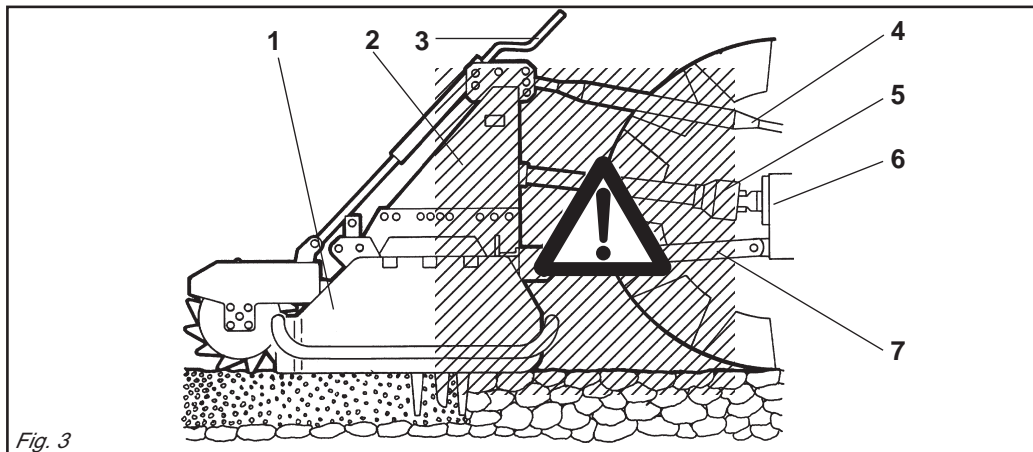

Fig. 3
- 25)** È assolutamente vietato interporre tra il trattore e la macchina (Fig. 3) con motore acceso e cardano inserito nonché senza aver azionato il freno di stazionamento ed aver inserito, sotto le ruote, un ceppo o un sasso di bloccaggio. Mantenersi ad una distanza di sicurezza dalla macchina in lavoro, per possibili lanci di corpi contundenti.
- 25)** *It is absolutely forbidden to stand between the tractor and the machine (Fig. 3) when the engine is running and the cardan shaft is engaged without having first engaged the hand brake and placed a block or stone under the wheels to prevent them from moving.*
- 25)** Es ist absolut verboten, bei laufendem Motor und eingeschalteter Gelenkwelle zwischen den Schlepper und das Gerät zu treten (Abb. 3). Dazu muß die Feststellbremse gezogen werden und unter die Räder ein Bremskeil oder ein großer Stein gelegt worden sein.
- 25)** *Il est absolument interdit de se mettre entre le tracteur et l'appareil (Fig. 3) quand le moteur est en marche et le cardan enclenché, sans avoir tiré le frein de stationnement et bloqué les roues avec une cale ou un caillou. Se tenir à une distance de sécurité du machine en fonctionnement, à cause du lancement possible d'objets contondants.*
- 25)** Está terminantemente prohibido colocarse entre el tractor y el equipo (Fig. 3) con motor encendido y cardán inserido, o sin haber accionado el freno de estacionamiento y de colocar, debajo de las ruedas, una piedra u otro elemento de bloqueo. Manténgase a una distancia de seguridad de la máquina durante el trabajo, porque puede proyectar objetos.
- 29) È assolutamente vietato interporre fra il trattore e l'attacco della macchina per manovrare il comando dall'esterno per il sollevamento (Fig. 3).
- 29) *It is absolutely forbidden to stand between the tractor and the implement when manoeuvring the lift control from the outside (Fig. 3).*
- 29) Es ist absolut verboten, zwischen den Schlepper und den Anschluß zu treten, um die Aushebung von außen zu betätigen (Abb. 3).
- 29) *Il est absolument interdit de se mettre entre le tracteur et l'attelage pour manoeuvrer la commande de relevage de l'extérieur (Fig. 3).*
- 29) Está absolutamente prohibido colocarse entre el tractor y el enganche para maniobrar el mando desde el externo en la fase de elevación (Fig. 3).